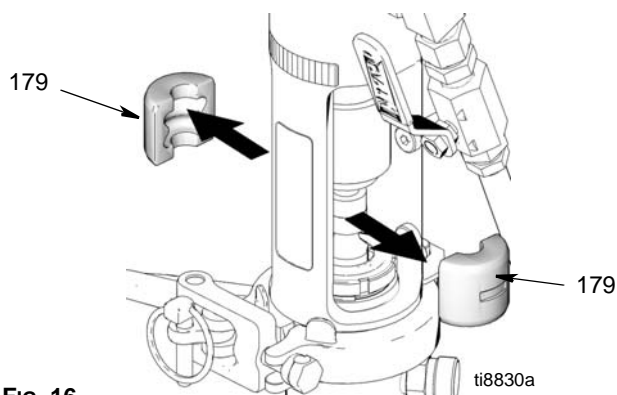

FIG. 16
6. (Fig. 16) Retire os engates da haste (179).